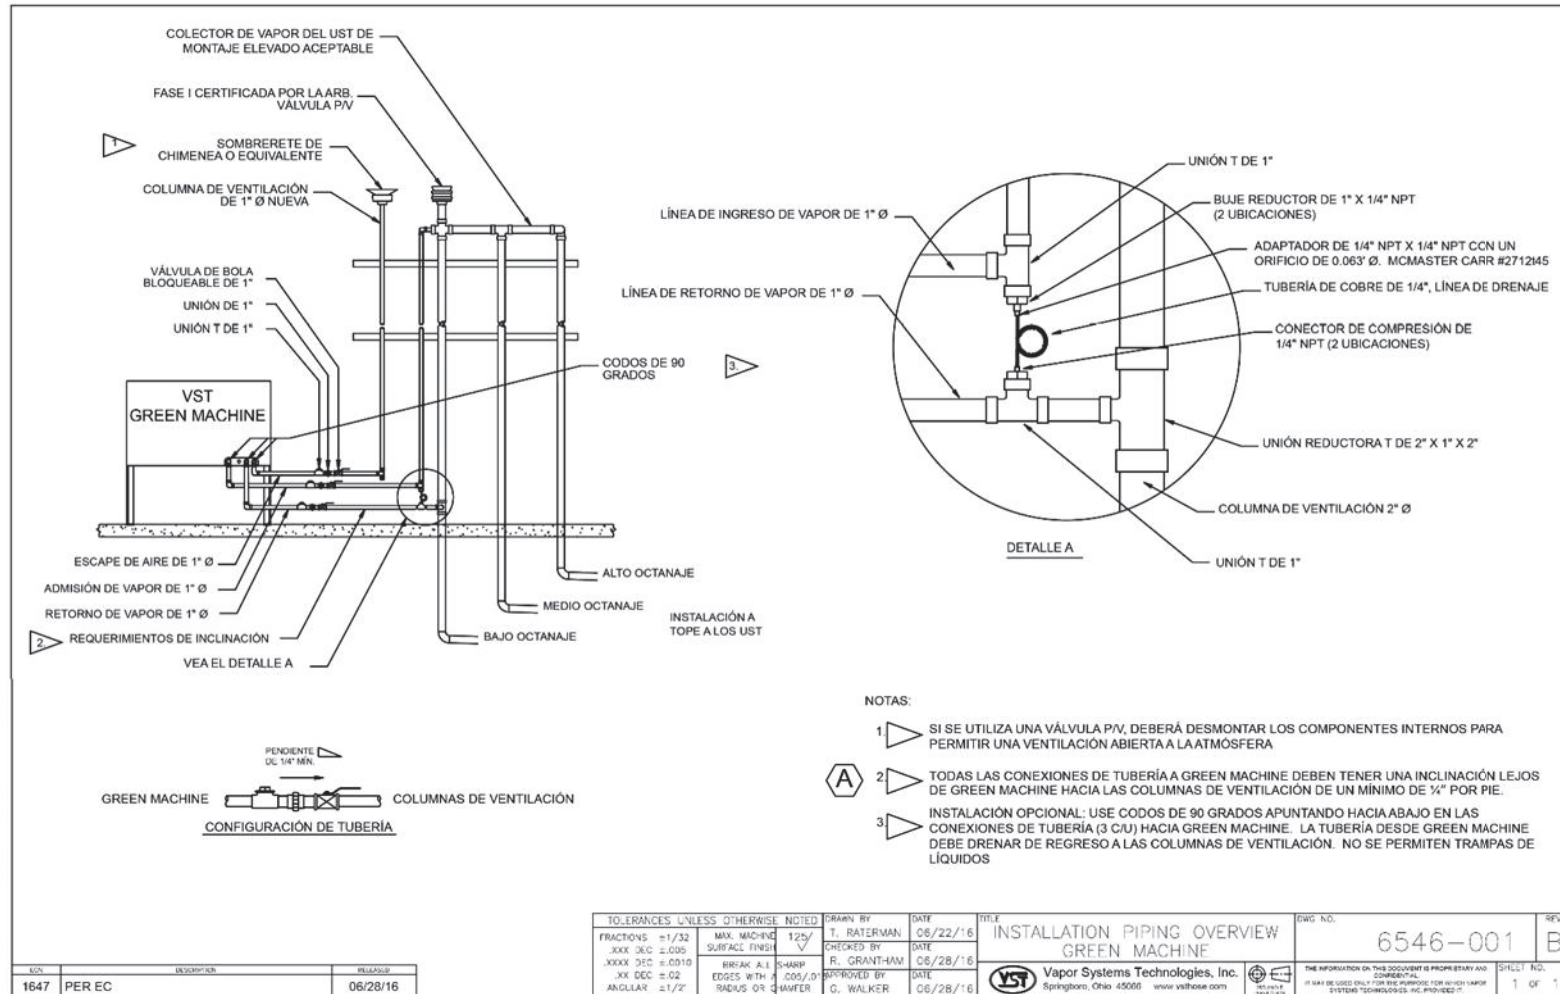

Figura 7-4: Diseño de la tubería de vapor de la GREEN MACHINE
2. En la GREEN MACHINE, asegúrese de que se hayan retirado los bloqueos de las tres válvulas de bola, las tres válvulas estén cerradas y las tapas de las tres conexiones en T se hayan retirado. **Vea la figura 7-4.**